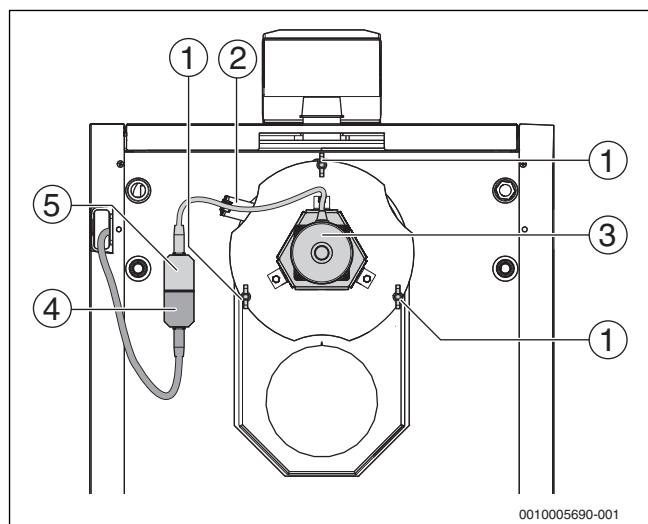

Рис. 37 Монтаж вытяжного вентилятора
- Закрепите провод вытяжного вентилятора держателем (→ рис. 37, [2], стр. 38).